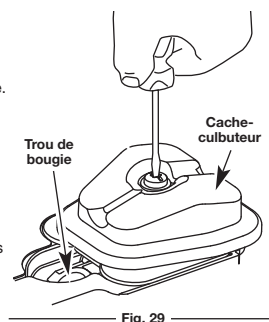

Fig. 29
- Retirez la vis retenant le couvercle du pare-étincelles au silencieux à l'aide d'un tournevis à lame plate ou à mèche no. T-20 Torx et no. T-25 Torx (Fig. 29).